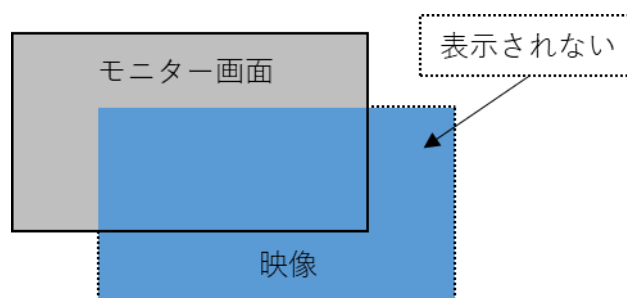

図 1. 映像のズレ
- ・映像にズレが生じ直せなくなりますので、解像度がフル HD (1,920×1,080) 以外の入力はい行わないでください。(図1参照)